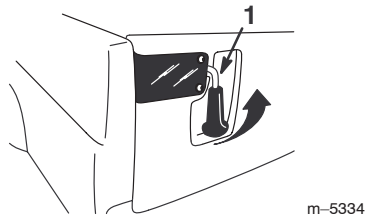

Figure 21
1. Pour ouvrir le hayon, relevez les poignées de verrouillage (Fig. 21). Elles s'écartent alors vers le centre du hayon. Abaissez lentement le hayon.